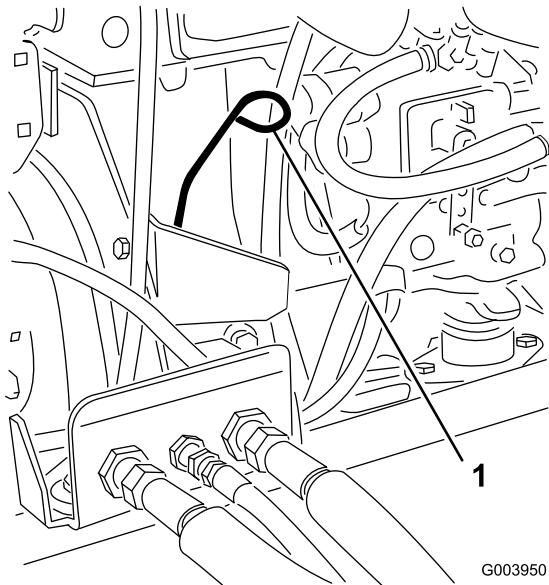

Figura 27
3. Retire a vareta, limpe-a e volte a colocá-la (Figura 27).